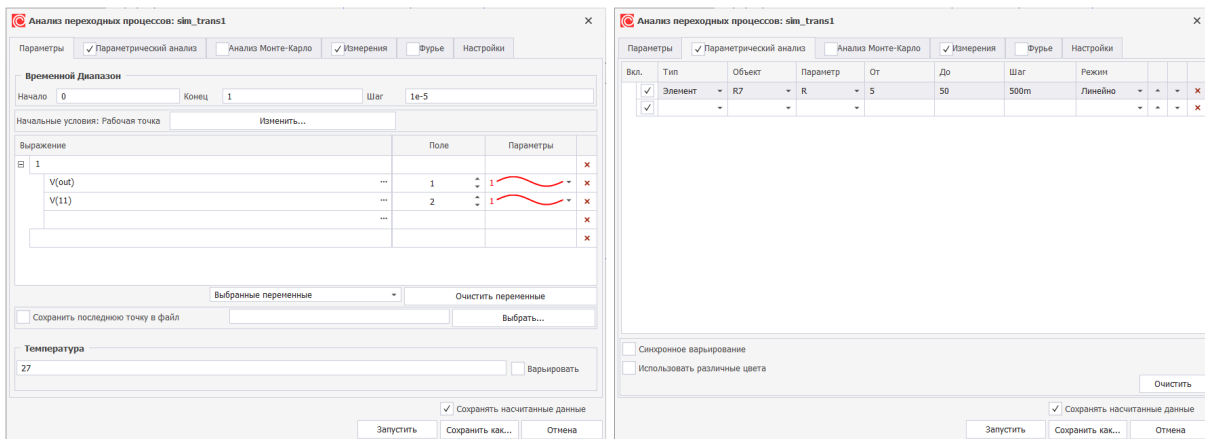

Рис. 183 Ввод параметров моделирования
1. Запустите многовариантный (параметрический) анализ переходных процессов `sim_trans1`, также уже созданный в данном примере, выбрав его в узле «Расчеты и анализы», с варьированием по параметру `R` элемента схемы `R7`, предварительно выставив шаг расчета равным `1e-5`, см. Рис. 183.